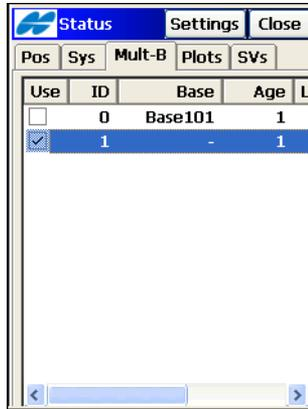

Abbildung 8-11. Register „Multi-Base“
5. Verbinden Sie den Feldrechner mit dem Rover. Sobald der Rover CMR+-Korrekturen von mehr als einer Basis empfängt, wird im Menü **Aufnahme/Status** das neue Register *Multi-Base* angezeigt. Es zeigt Informationen zu den vom Rover empfangenen Basisstationen in Tabellenform an (Abbildung 8-11).